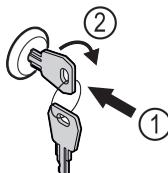

Fig. 180
- Вдавити ключ. Fig. 180 (1)
- Повернути ключ на 90° за годинниковою стрілкою. Fig. 180 (2)